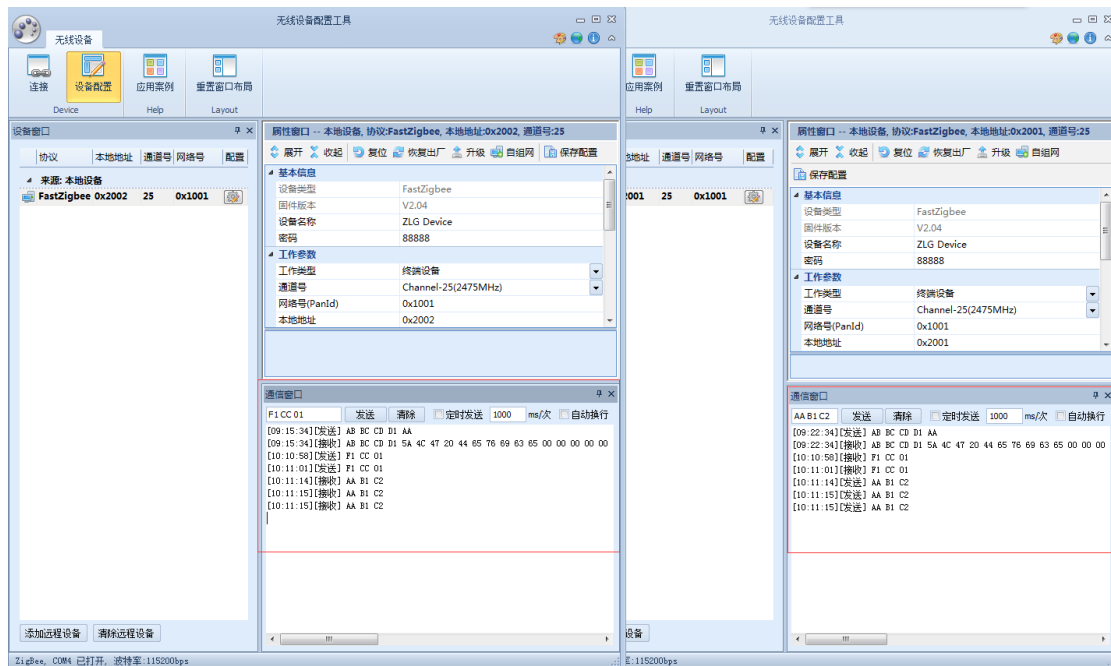

图 4.4 用通信窗口收发数据
- 4) 配置工具有通信窗口，可以简单使用类似串口助手的收发功能，发送 16 进制数据（如需发送十进制数据，则使用串口助手），如图 4.4 的红色框所示。